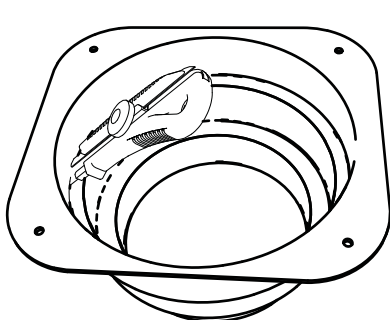

Fig. 1
- Rimuovere il disco di chiusura dell boccaglio incidendo (dall'interno) con un utensile da taglio la parte frontale dello stesso. (fig. 1). Lo spessore della plastica negli angoli del boccaglio è sottile per facilitare il taglio. (fig. 2)
- Remove the flow nozzle closing disk, cutting into the front of the same (from the inside) with a cutting tool. (fig. 1). The plastic on the corners of the flow nozzle is thin to ease cutting. (fig. 2)
- Enlever le disque de fermeture de l'embout en incidant (de l'intérieur) avec un outil coupant sur sa partie avant. (fig. 1). L'épaisseur du plastique sur les angles de l'embout est fine pour faciliter la coupe. (fig. 2)
- Zum Entfernen der verschließenden Scheibe des Mundstücks den vorderen Teil desselben (von innen) mit einem Schneidwerkzeug einschneiden. (Abb. 1). Die Wandstärke in den Ecken des Mundstücks ist gering, um das Schneiden zu erleichtern (Abb. 2).
- Quite el disco de cierre de la tobera cortando desde el interior su parte frontal, con una herramienta de corte. (fig. 1). El espesor del plástico en los ángulos de la tobera es fino para facilitar el corte. (fig. 2)